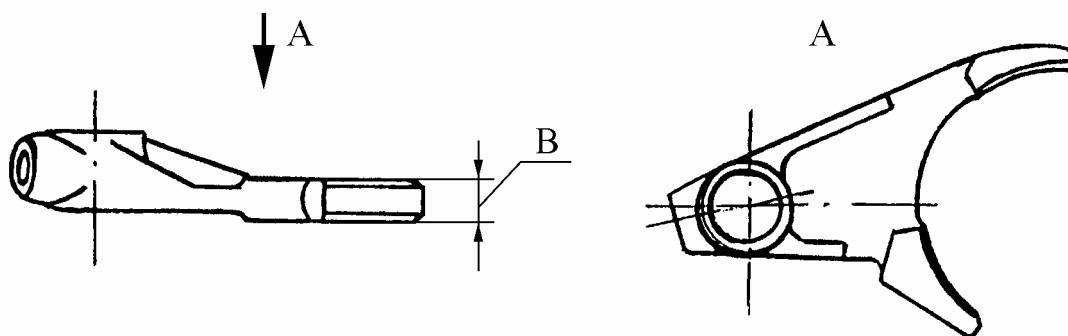

Рис.35. Вилка переключения передач.
4.17 ВИЛКА ПЕРЕКЛЮЧЕНИЯ ПЕРЕДАЧ 2121-1803020 (рис.35).